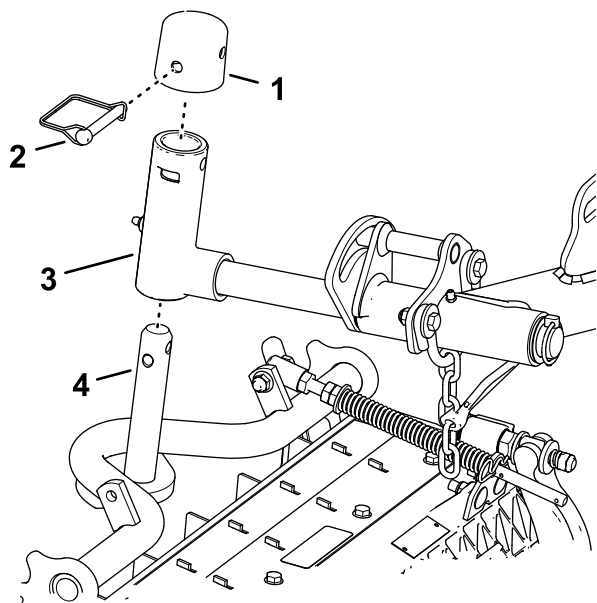

Figura 24
- Deslice una unidad de corte debajo del brazo de elevación (Figura 24).